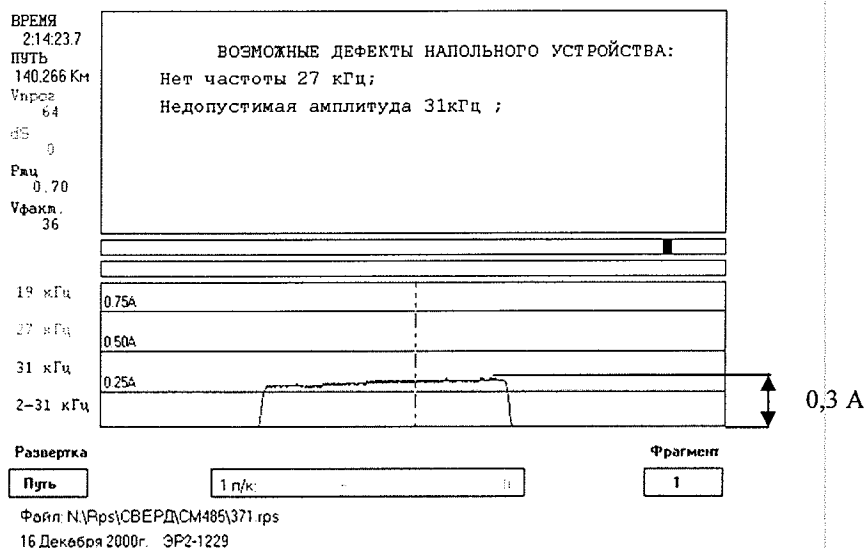

Рисунок 42 – Отсутствие частоты 27 кГц, низкое значение тока частоты 31 кГц
- отсутствие одной или двух частот (рисунок 42);
- несоответствие тока в шлейфе номинальному значению, который должен быть в пределах от 0,4 до 0,6 А (рисунок 42);